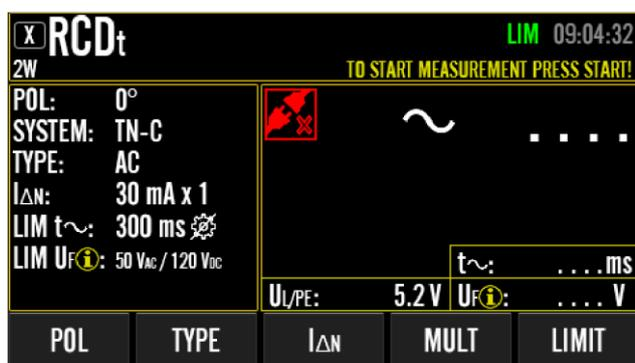

Figura 43: Schermata inattiva nella misurazione RCDt
- 5) Premere il tasto menu "MODIFICA" per accedere alla schermata inattiva con i tasti del menu esteso, vedere la figura 43 sopra.
- 6) Selezionare/regolare tutti i parametri del test in base ai tasti di menu disponibili mostrati nella figura 43 sopra.